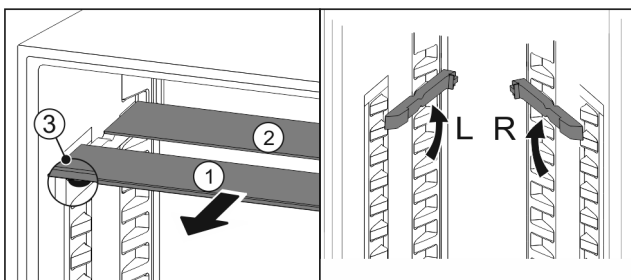

Fig. 99
- ▶ Glasplaten afzonderlijk vanaf de voorkant eruit trekken Fig. 99 (1).
- ▷ Glasplaat Fig. 99 (1) met sierlijst ligt voor.
- ▷ Stops Fig. 99 (3) zijn naar onder gericht.